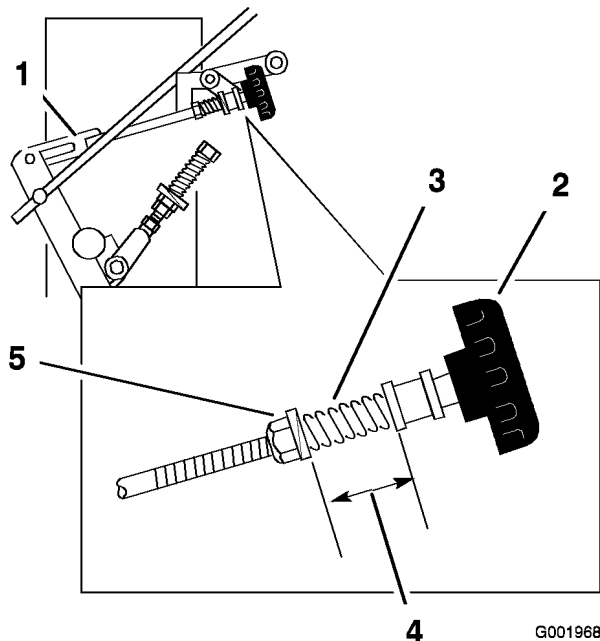

Figura 50
4. Ajuste el acoplamiento del lado derecho girando el mando de ajuste de la dirección en el sentido contrario a las agujas del reloj hasta que la rueda empiece a girar hacia adelante (Figura 50).
5. Gire el mando en el sentido de las agujas del reloj, 1/4 de vuelta a la vez. Luego mueva la palanca de control de la velocidad hacia adelante y hacia atrás a punto muerto. Repita esto hasta que la rueda derecha deje de girar hacia adelante (Figura 50).
6. El muelle que mantiene tensado el mando no suele necesitar ajustes. No obstante, si es necesario ajustarlo, ajuste el muelle hasta que la distancia entre las arandelas sea de 26 mm (1 pulgada) (Figura 50).
7. Ajuste la longitud del muelle girando la tuerca de ajuste del muelle (Figura 50).